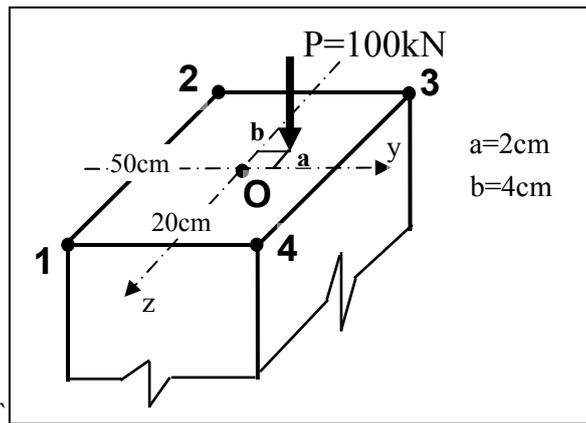

Fig. 7
08) In ce stare de solicitare se afla bara din Fig. 7?
09) Valorile eforturilor din sectiunea transversala a barei din Fig. 7 sunt:
10) Valoarea tensiunii normale din punctul "O" al sectiunii transversale a barei din Fig. 7 este:
11) Care este punctul cel mai solicitat din sectiunea transversala a barei din Fig. 7?
12) Axa neutra ("n-n" sau "a.n.") a sectiunii transversale a barei din Fig. 7 trece prin: